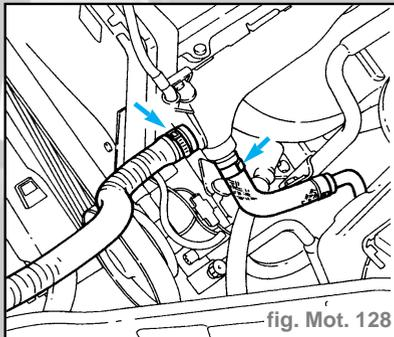

fig. Mot. 128
- Faire descendre le pont élévateur, préparer une cuve en mesure de récupérer le liquide de refroidissement moteur, ensuite desserrer les colliers indiqués, déposer les tuyaux correspondants et vidanger le liquide de refroidissement (fig. Mot. 128).